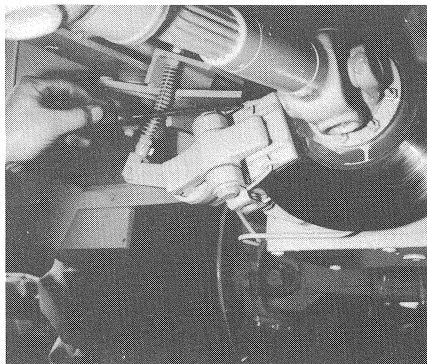

Bild 54
(1) Feststellbremse lösen.
(2) Mit Montiereisen Haltefedern aus dem Bremsklotz heraushebeln (Bild 54/Pfeil).
- (1) Release parking brake.
- (2) Remove the locking springs from the brake pad by means of mounting spoon (Fig. 54/arrow).
- (1) Resserrer le frein d'arrêt.
- (2) Enlever les goupilles d'arrêt de la plaquettes de frein à l'aide d'un démonte-pneu (fig. 54/flèche).